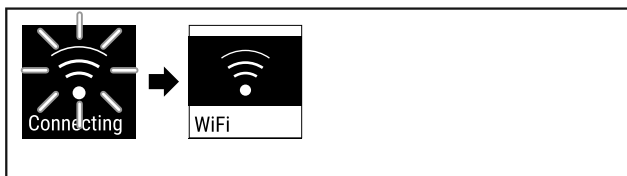

Fig. 86
- ▶ Verbinding wordt tot stand gebracht (zie Fig. 86).